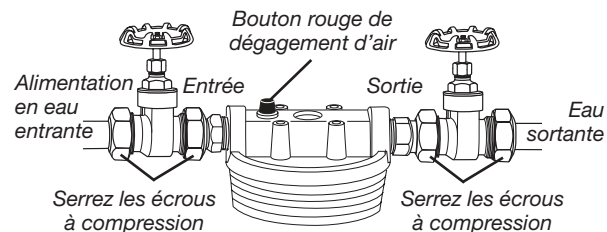

Figure 4
7. Ajustez la tête du filtre et les robinets d'arrêt à vanne sur le conduit. Assurez que le port "ENTRANT (IN)" avec le bouton rouge de dégagement d'air est raccordé à la conduite entrante d'alimentation en eau. Serrez les écrous à compression des deux côtés des robinets (voir la Figure 4). (Quatre emplacements.)